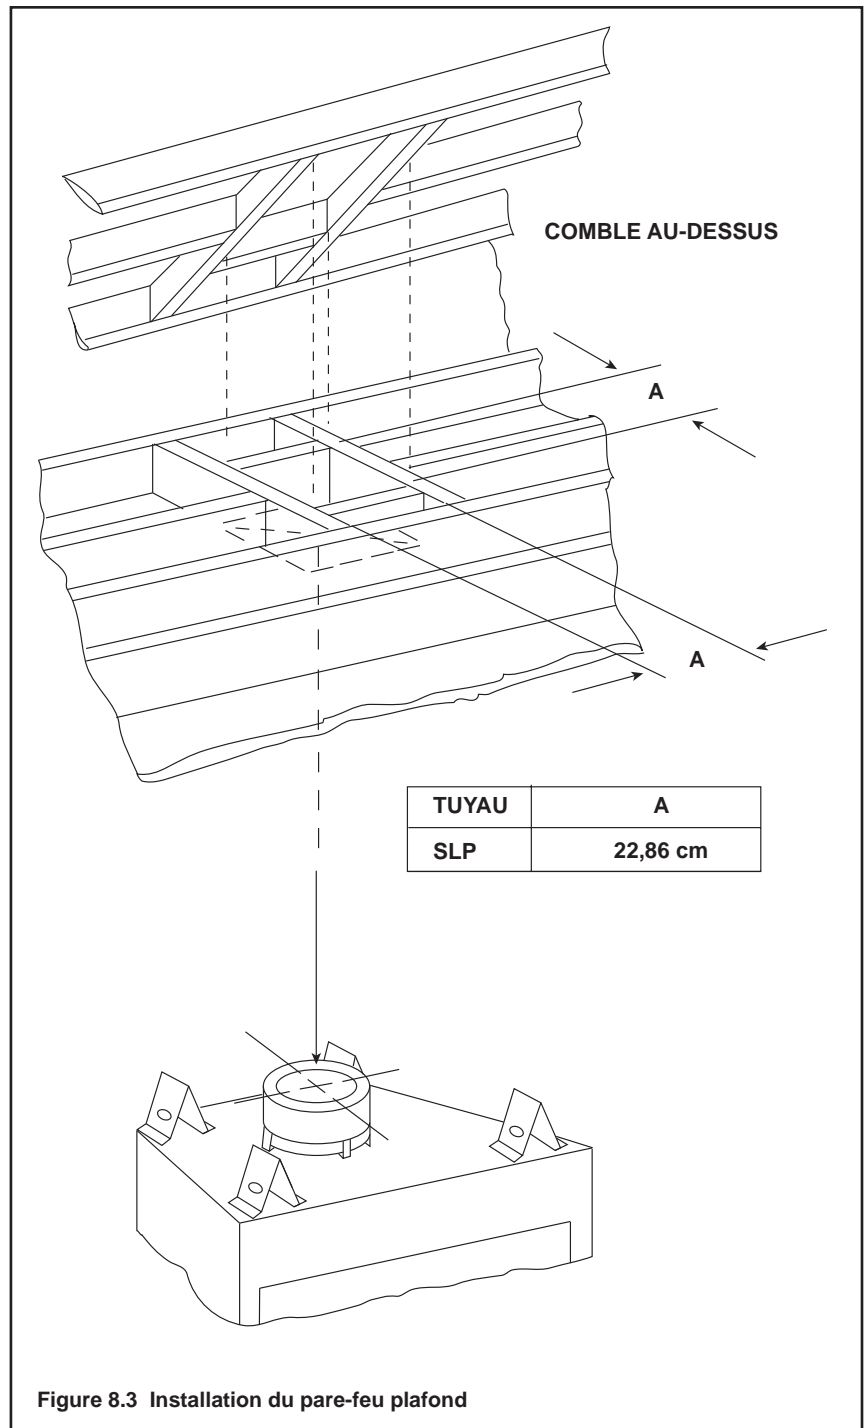

Figure 8.3 Installation du pare-feu plafond
- Tuyau SLP uniquement – Ouverture encadrée de 22,86 cm x 22,86 cm lorsque l'évent traverse un plafond/plancher (voir la Figure 8.3).